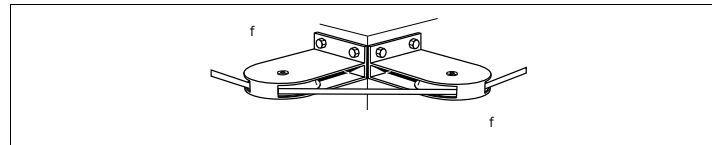

Abb. 4: Umlenkung um Ecken
- Beim Umlenken des Seiles um Ecken je 1 Stehrolle f auf beiden Seiten der Ecke montieren (Abb. 4).